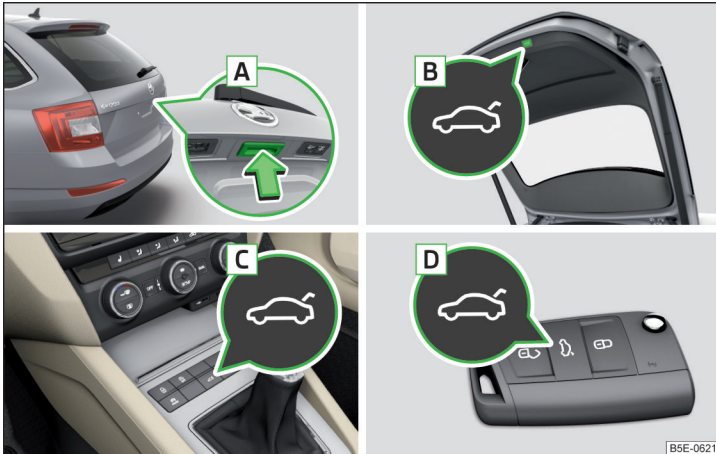

Abb. 37 Klappenbedienung
- ▶ Durch das Drücken des Griffs **A** » Abb. 37.
- ▶ Durch das Drücken der Taste **B** » Abb. 37.
- ▶ Die Taste **B** » Abb. 37 auf Seite 58 gedrückt halten, bis ein akustisches Signal ertönt.
Die Klappe reagiert nicht auf ein Öffnungssignal	Entfernen eines eventuellen Hindernisses (z. B. Schnee), erneutes Öffnen der Klappe » Seite 58 Drücken des Griffs A » Abb. 37 auf Seite 58 und Ziehen der Klappe nach oben